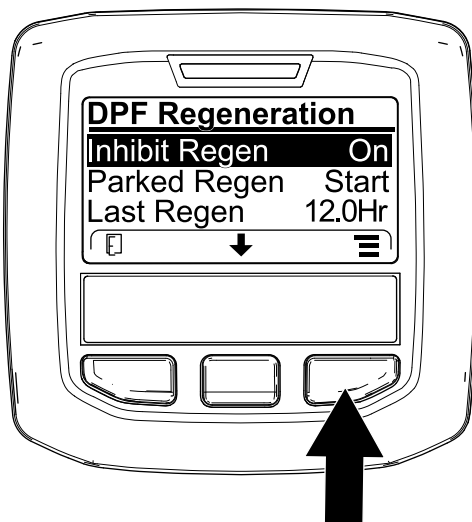
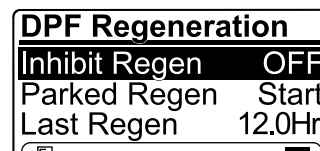

Bild 31
Bild 32
1. Navigieren Sie auf das Menü „DPF Regeneration“, drücken Sie die mittlere Taste und navigieren Sie auf die Option INHIBIT REGEN.; drücken Sie die rechte Taste, um den Eintrag „Inhibit Regen.“ auszuwählen (Bild 31).
2. Drücken Sie die rechte Taste, um die Einstellung für das Verhindern der Regenerierung von „On“ in „Off“ (Bild 31) oder von „Off“ in „On“ (Bild 32) zu ändern.